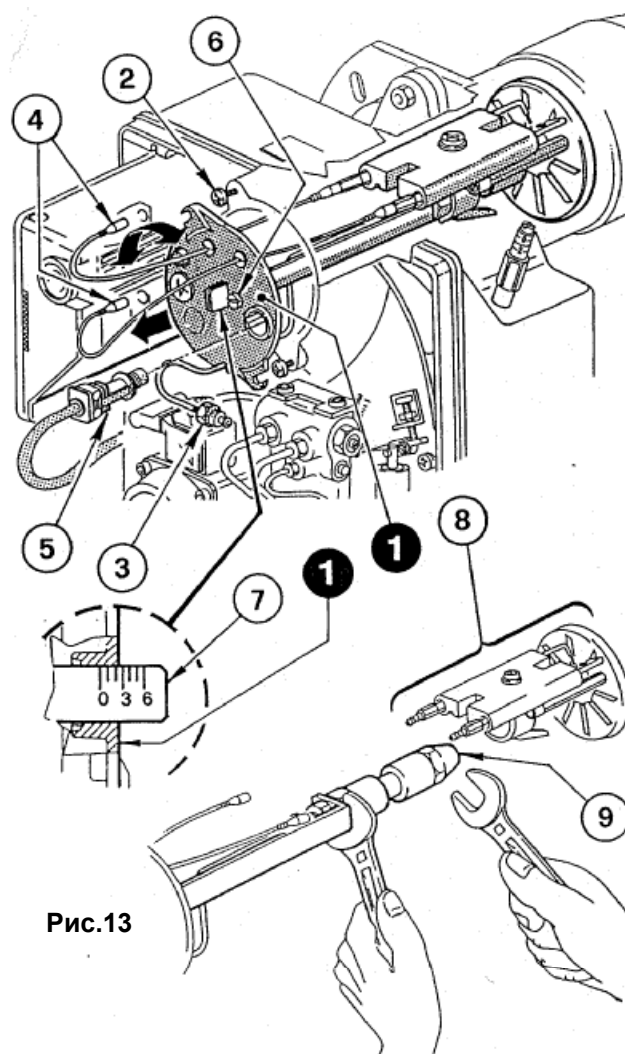

Рис.13
- ослабить винты (2), открутить гайку (3), вынуть провода (4) и фоторезистор (6) и снять блок крепления форсунки (см. рис. 13),
- **правильно ввернуть форсунку (9) с захватом, как показано на рис. 13.**
Регулировка обусловлена показателем расхода топлива на горелке и осуществляется вращением регулировочного винта (6) по часовой стрелке или против часовой стрелки, - необходимо совместить риску регулировочной линейки (7) с внешней плоскостью блока крепления форсунки (1) (см. рис. 13).